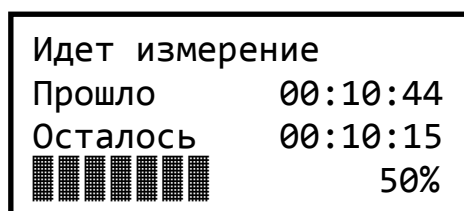

Рисунок 14 – Экран режима измерения
2.8.9 Для запуска измерения в режиме ожидания необходимо нажать клавишу «Ввод» (⇐). После её нажатия происходит запуск измерения и на индикаторе отображается экран режима измерения (рисунок 14).